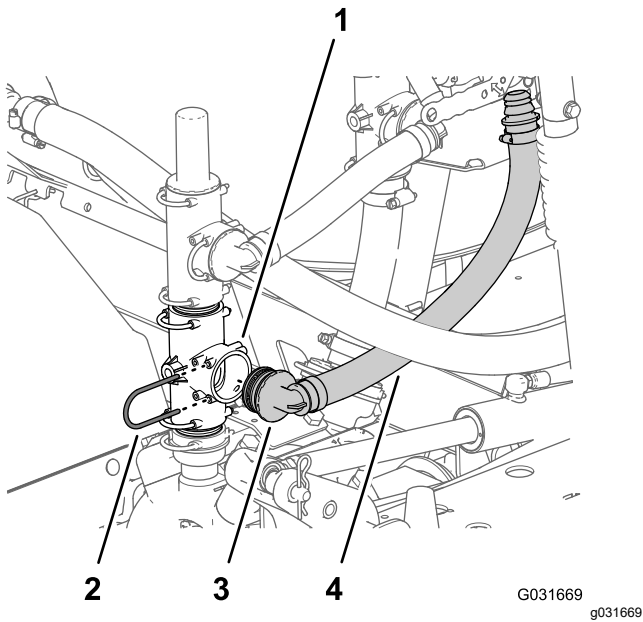

图 10
1. 对齐供水软管总成的其他 90°度接头与打药泵下 T 形接头的开口端并插入 90°度接头直至入位 图 10。
2. 使用在 重新调整泄压阀和上 T 形接头 \(页码 5\) 的步骤 1 中卸下的卡环 图 10 将 90°接头固定到打药泵的 T 形接头上。